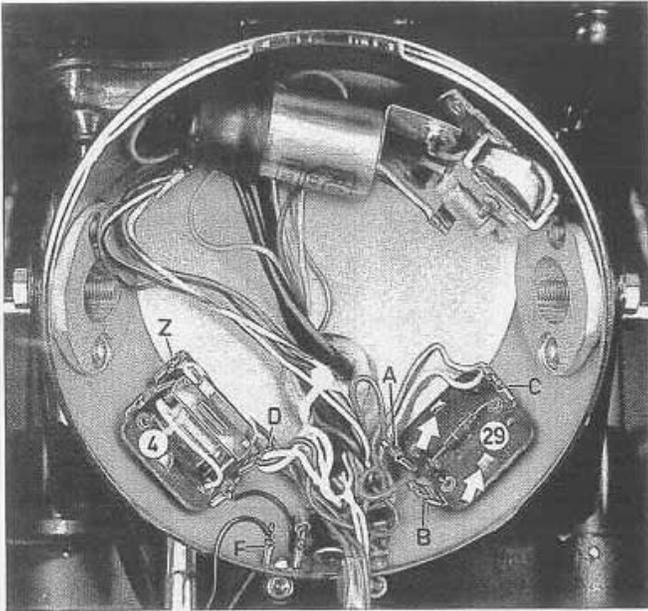
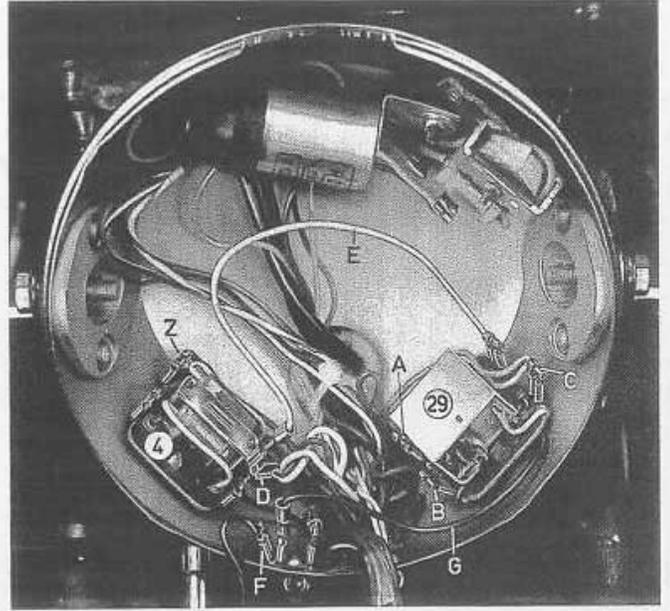

Fig. 117
Fig. 118
- b) distaccare il dispositivo 29, i 2 faston A e B dei due fili Verdi ed il Faston C dei due fili Viola ed Azzurro collegati assieme (vedi schemi elettrici e fig. 117).
- c) raddrizzare con le pinze le due lamelle di fissaggio indicate con le frecce e smontare il dispositivo 29 che non verrà più utilizzato (vedi fig. 117).
- d) montare il nuovo relais ns./cod. 0960.38.223 al posto del dispositivo 29, fissarlo ripiegando le due lamelle sopra citate (vedi fig. 118).
- f) distaccare dal relais 4 (vedi fig. 117) il faston con i tre fili (Bianco, Giallo e Marrone, collegati assieme) e collegare a questo punto D il filo bianco E che viene dal nuovo relais 29 (vedi fig. 118).
ATTENZIONE! Nelle moto in cui i 3 fili (Bianco, Giallo e Marrone) sono collegati al punto Z anziché al punto D (vedi fig. 118) agire esattamente come descritto al paragrafo f, collegando al punto Z il filo bianco ed i relativi tre fili precedentemente distaccati.
- b) from transducers 29, disconnect the two lucars A and B of the two Green wires and the lucar C of the two Violet and Blue wires connected altogether (see the electric schemes and fig. 117).
- c) straighten with pliers the two fixing strips shown by the arrows and remove transducers 29, to be no more utilised (see fig. 117).
- d) fit the new relay code no. 0960.38.223 in place of transducer 29, fix it bending the two above strips (see fig. 118).
- f) disconnect from relay 4 (see fig. 117) the lucar with the wires (White, Yellow and Brown connected altogether) and connect to this position D the White wire E coming from new relay 29 (see fig. no. 118). The detached lucar must be connected to the same terminal by means of the double lucar connected to the White wire E.
BEWARE! In the motorcycles where the three wires (White, Yellow and Brown) are connected to the position Z rather than position D (see fig. 118) act exactly as described at paragraph f, connecting at position Z the White wire and the three wires previously detached.
- g) collegare il faston con due fili Viola ed Azzurro al morsetto C del nuovo relais 29 (vedi fig. 118).
- h) staccare dalla massa del faro il faston col filo Nero F (vedi fig. 117) e collegare il filo Nero G del nuovo relais. Al doppio faston di questo filo Nero G (vedi fig. 118) dovrà essere collegato il filo Nero F distaccato in precedenza.
- g) connect the lucar with the two Violet and Blue wires to the terminal C of the new relay 29 (see fig. 118).
- h) disconnect the lucar with Black wire F (see fig. 117) from the headlight mass and connect the Black wire G of the new relay. The double lucar of this Black wire G (see fig. 118) must be connected to the Black wire F previously detached.